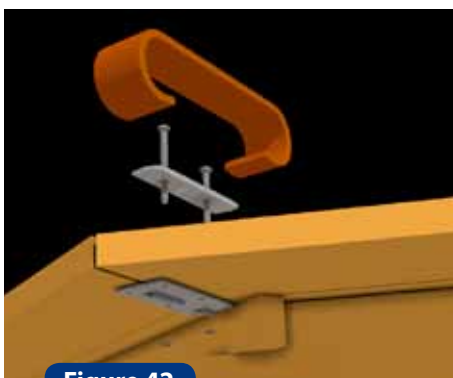

Figure 42
- Afin d'améliorer l'esthétique des margelles, votre piscine est livrée avec des cache angles (figure 42)